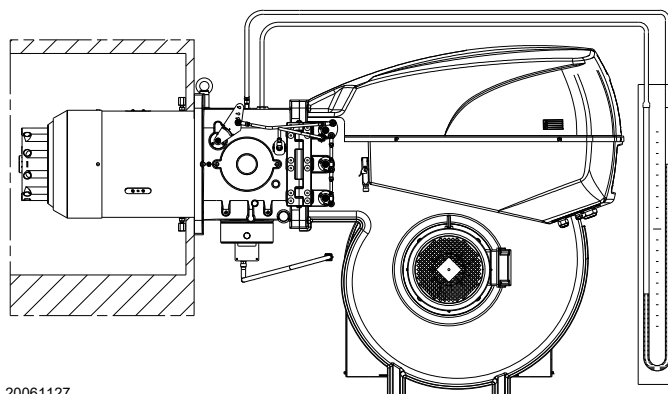

Fig. 26
- Montare un manometro a U o un manometro di tipo differenziale (Fig. 26), con presa (+) sulla pressione del gas del manicotto e (-) in camera di combustione. Serve a ricavare approssimativamente la potenza MAX del bruciatore.
L'arrivo del gas al manicotto è evidenziato dal manometro ad U (Fig. 26).